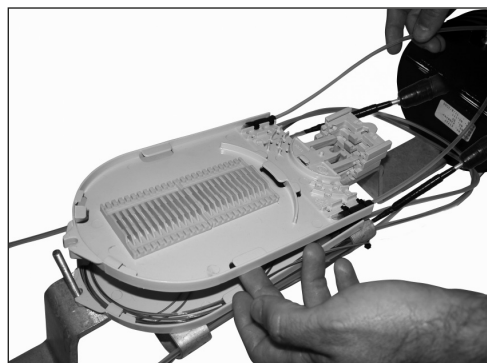

**Figura 52**
**8.5** Utilice la bandeja de transición dejando una reserva de fibra óptica con 1 o 2 vueltas dentro del compartimento (Figura 52).